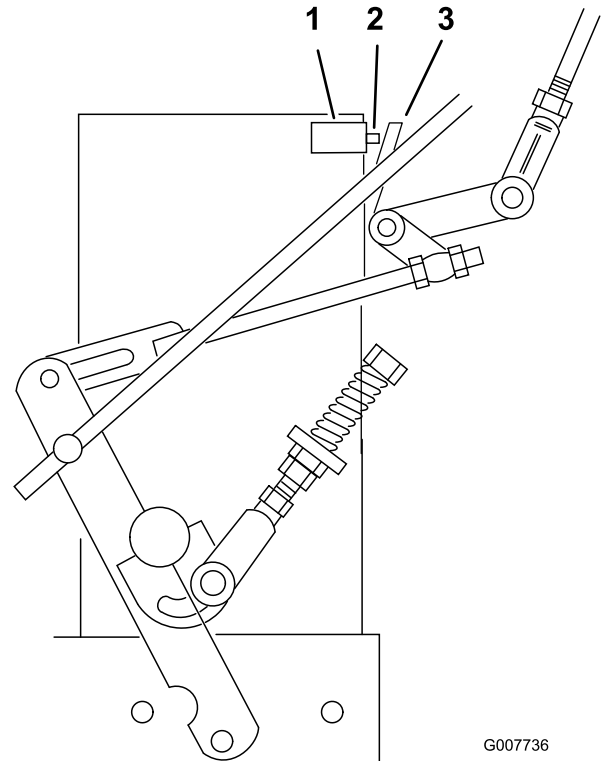

Bild 31
7. Stellen Sie sicher, dass der Sicherheitsschalter eingedrückt ist und ein Abstand von 8 mm zwischen der Auslösernase und dem Schalter besteht. (Bild 31).
8. Ändern Sie ggf. die Schalterposition, um einen Abstand von 8 mm zu erhalten (Bild 31).